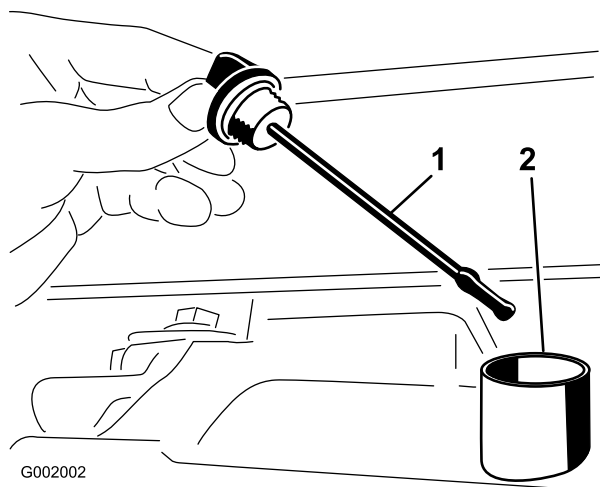

Figura 65
2. Togliete l'asta di livello dal transaxle ed asciugatela con un panno pulito (Figura 65).